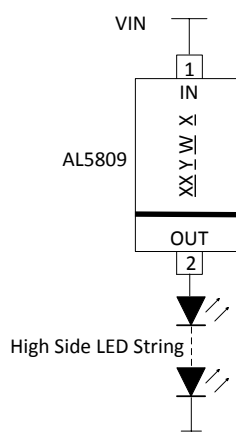

Figure 2 High Side LED String Tapping
4. Expliquez le fonctionnement de ce composant. Quel est l'intérêt du montage de la figure 3 (p.5 de la documentation) par rapport à celui de la figure 2 ?
The AL5809 can also be used on the high side of the LEDs, see Figure 2. The minimum system input voltage can be calculated by: